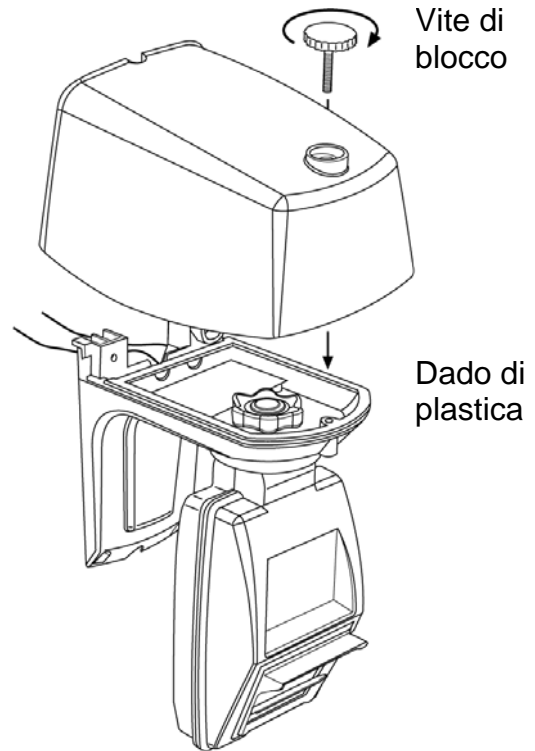
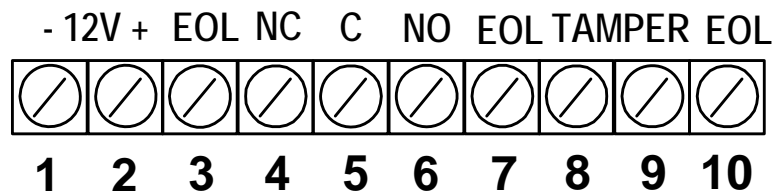

Fig.2. Cablaggio e posizionamento
Fig.3. Morsettiiera per i collegamenti
Il supporto permette di fissare l'unità sul muro e consente di variare l'angolo di inclinazione verticale e l'angolo di vista (orizzontale) in un ampio range (fig.2)
- Inserire il cavo attraverso i fori sotto la guarnizione come da fig. 2 ed effettuare i semplici collegamenti alla morsettiiera sulla scheda elettronica (fig.3).